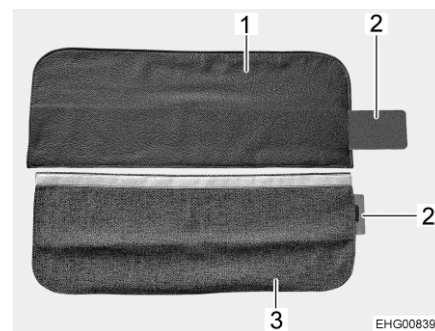

Fig. 61 Protection des ceintures de sécurité
La protection des ceintures de sécurité peut être en cuir (Fig. 61,1) ou en étoffe (Fig. 61,3).
- Introduire entièrement le renfort métallique (Fig. 61,2) dans la poche de la protection des ceintures de sécurité (Fig. 61,1 ou Fig. 61,3).